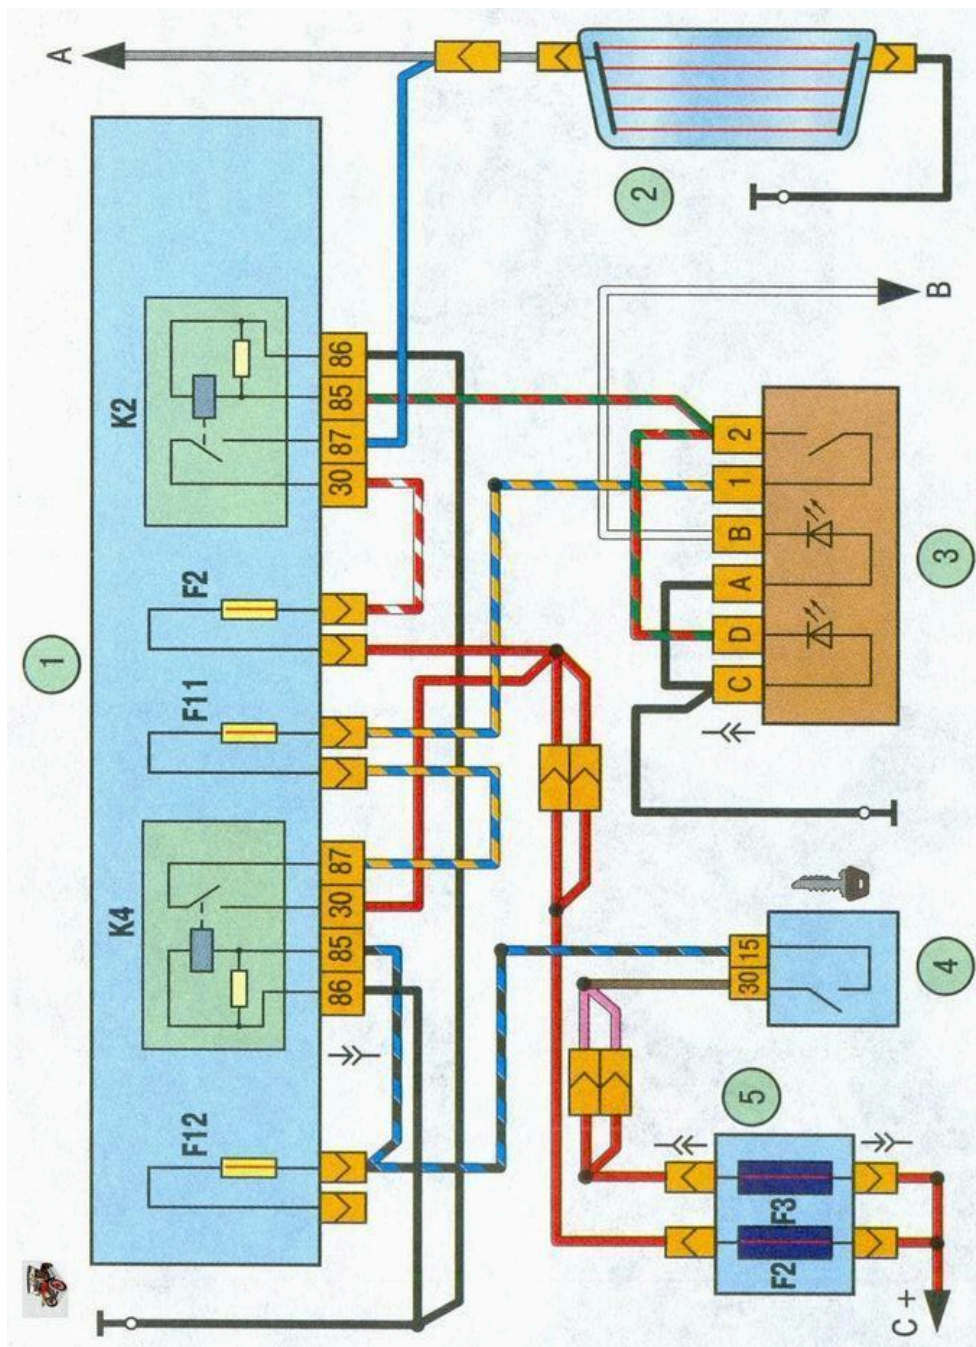

Рис. 1. Схема включення елемента обігріву заднього скла
2. Принцип роботи електричної схеми системи обігріву заднього скла . рис.1.